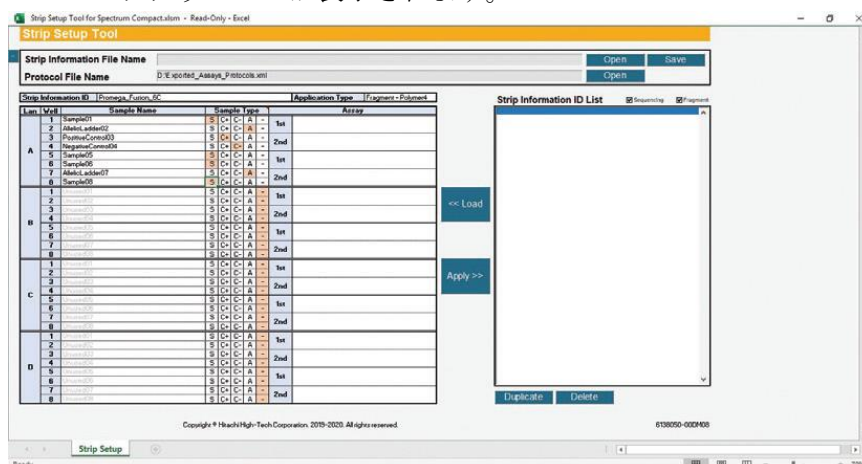

図 210 選択した Sample Type を含む Strip Setup Tool for Spectrum Compact 画面
1. Strip Information ID セルのすぐ右側のセルを選択し、新しい Strip Information ID を入力してください。(図 210)
3. 各レーン（ストリップ）毎に、セルを選択し、サンプルを含む各 well の Sample Type を選択します（図 210）。